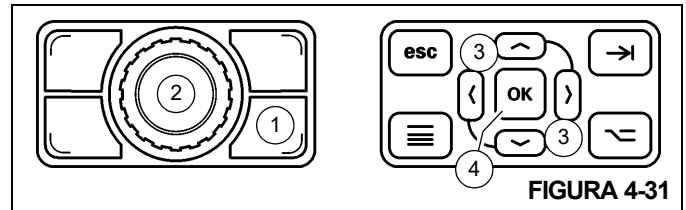
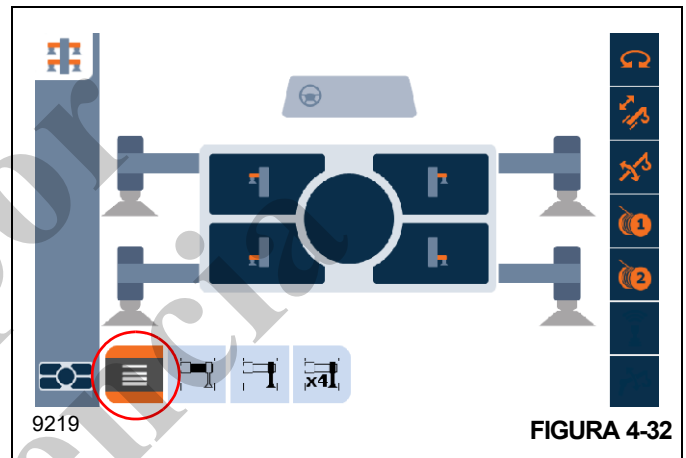

FIGURA 4-31
FIGURA 4-32
- Oprima el botón de cambio de pantalla (1, Figura 4-31) en el cuadrante selector para seleccionar el control de pantalla del ODM.
Use el cuadrante selector (2) para seleccionar el icono de menú (Figura 4-32) (el icono se tornará naranja), luego oprima el cuadrante selector (2).
- Use los botones de flecha (3, Figura 4-31) para seleccionar el icono de menú (Figura 4-32) (el icono se tornará naranja), luego oprima el botón OK (4).